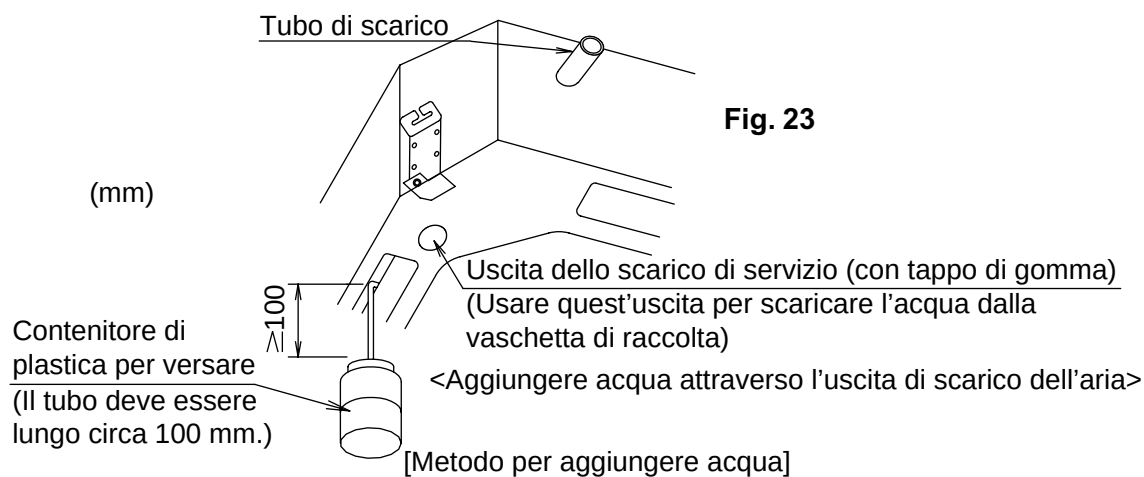
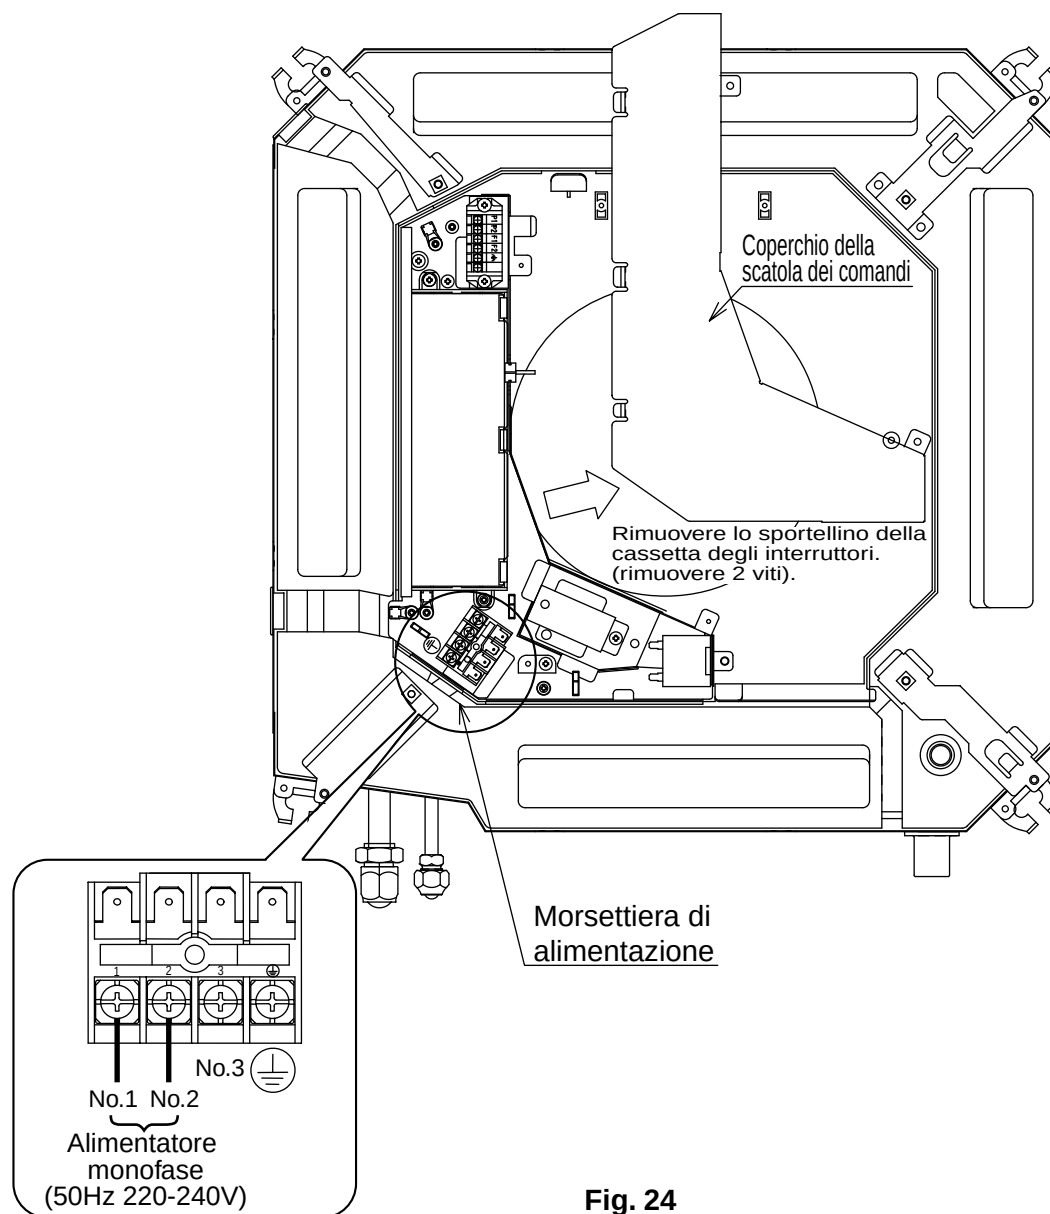

Fig. 23
Fig. 24
- Dopo aver accertato l'esecuzione dello scarico (Fig. 23, Fig. 24), spegnere e rimuovere la spina di alimentazione elettrica.